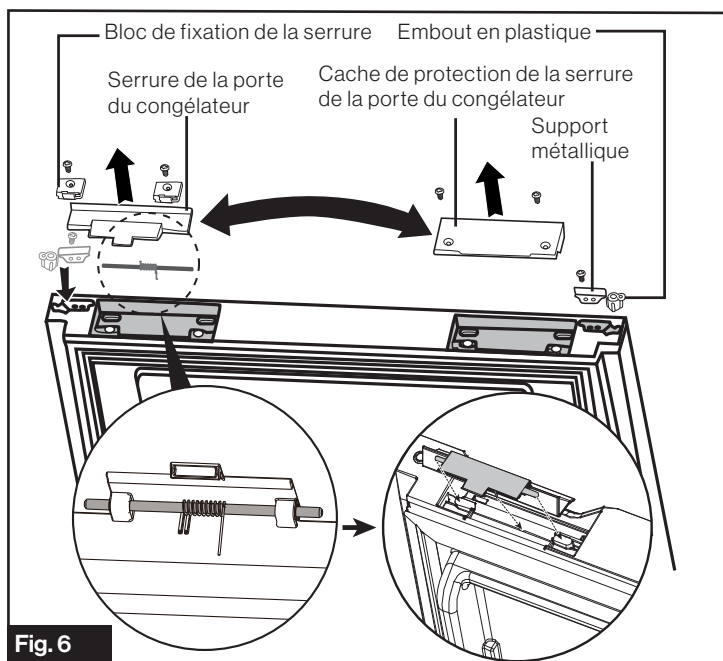

Fig. 6
3. Inversez les parties du cache de protection de la serrure de la porte du congélateur, du support métallique, de la douille en plastique, de la serrure de la porte du congélateur et du bloc de fixation de la serrure du côté opposé respectivement. (Fig. 6)